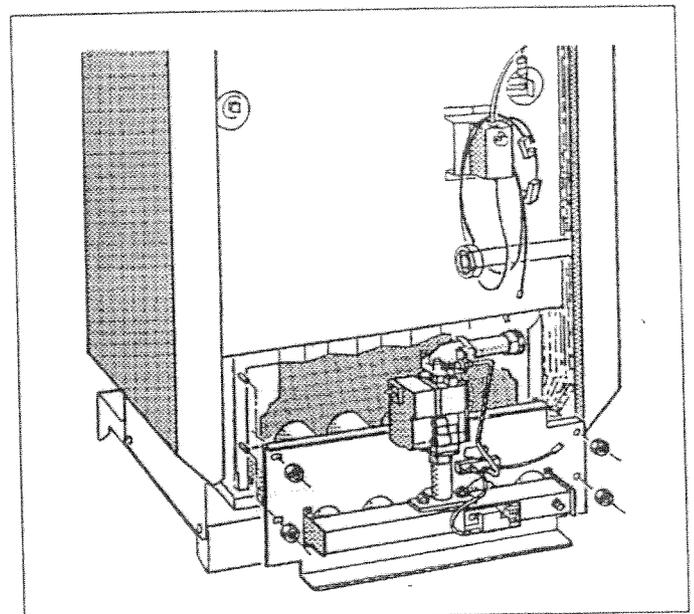

Fig. 30 Smontaggio del bruciatore
- Allentare i dadi di fissaggio dello schermo di protezione del bruciatore e rimuovere il bruciatore (Fig. 30).